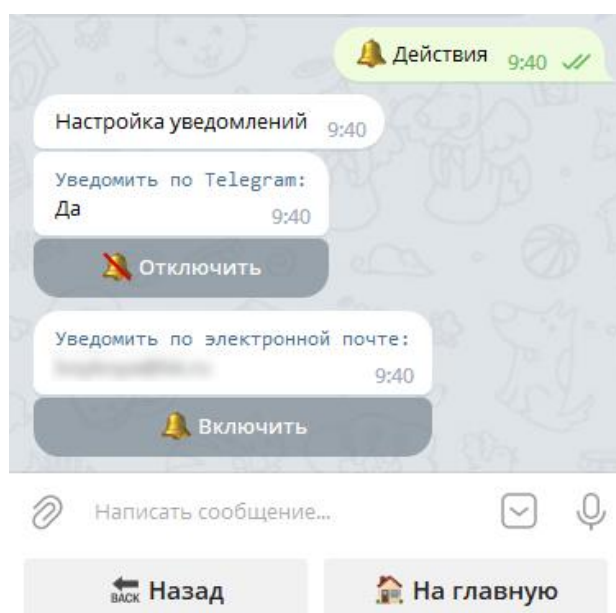

Рисунок 102 – Управление доступными пресетами
–  Действия – управление (отключение/ включение) доступными пресетами для оповещений пользователя о нештатных ситуациях (Рисунок 102). Датчик выходит на связь согласно заданному периоду выхода на связь. При возникновении нештатной ситуации, если у пользователя настроен и активирован пресет для устройства, уведомления отобразятся в Telegram-бот (Рисунок 103), поступит письмо на указанный адрес электронной почты (Рисунок 104) и звонок с голосовым информатором. Подробнее о создании пресетов было описано в 3.4.3;